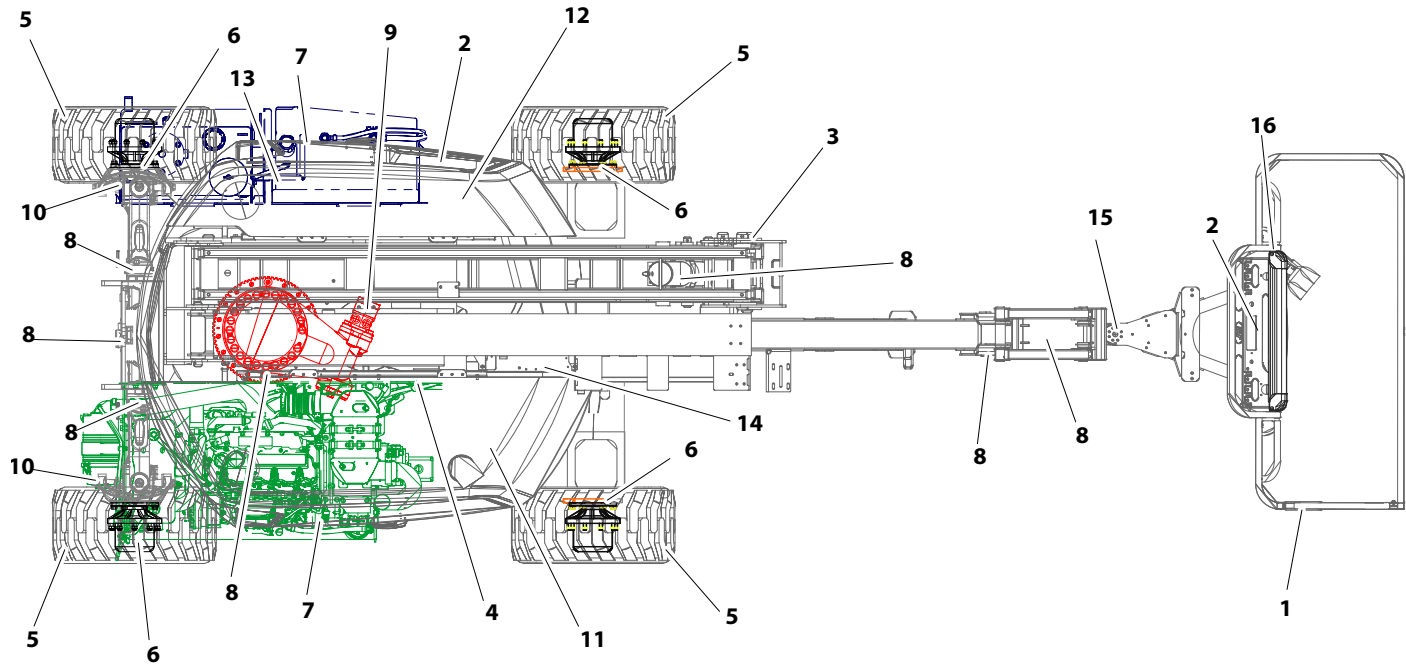

Figura 2-2. Inspeção Exterior Diária — Folha 1 de 3
5. **Inspeção exterior** — Consultar a Figura 2-2.